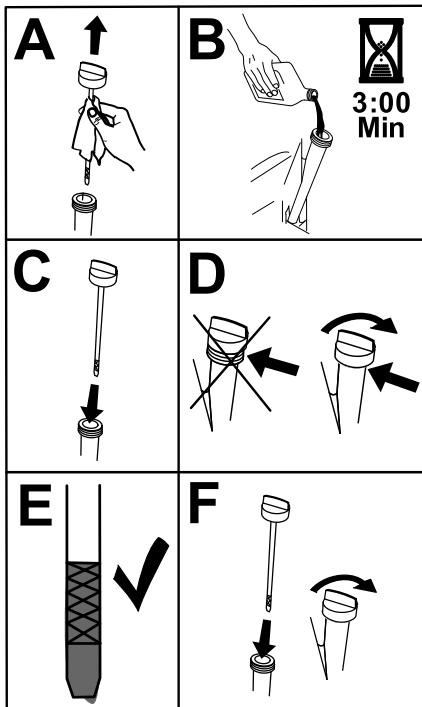

Рисунок 44
- Медленно залейте приблизительно 80% масла указанного типа в заливную горловину и затем медленно добавляйте масло, чтобы довести его уровень до отметки «Полный» (Рисунок 44).